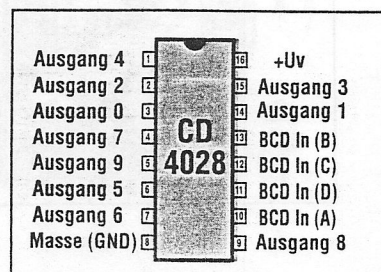

Bild 5: Beim CD 4028 spricht man von einem BCD/Dezimal-Decoder; nur einer der zehn Ausgänge ist aktiv.
■ Die vier Zähler-Ausgänge QA...QD (oder auch Q1...Q4) liefern den jeweiligen Zählerstand im BCD-Code, also als binär codierte Dezimale. Um daraus ein Ansteuersignal für zehn verschiedene Lampen zu gewinnen, braucht man einen BCD/Dezimal-Decoder. Auch den gibt es glücklicherweise schon fix und fertig zu kaufen, und obwohl er ein ganzes Gatterbergwerk beherbergt, kostet er nur ein paar Groschen (Bild 5). Er aktiviert, je nach BCD-Eingangsinformation, immer nur einen seiner zehn Ausgänge (d.h. er schaltet ihn auf HIGH). Bei 0011 (= dezimal 3) ist es der Ausgang 3 (Pin 15), bei 0100 (= 4) der Ausgang 4 (Pin 1), und bei 1001 (= dezimal 9) der Pin 5 usw.